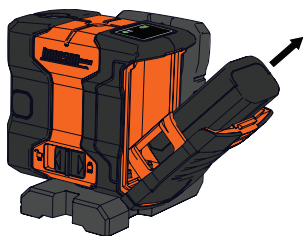

Figura 3
(Figura 3)
- Si se inserta una batería de iones de litio en la unidad, abra el compartimiento de la batería como se describió anteriormente. (Figura 1 - Figura 3)